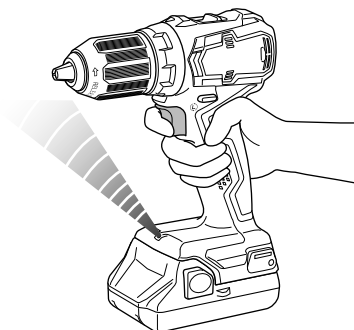

Fig. 17
13. Señales de aviso de luz LED (Fig. 17)